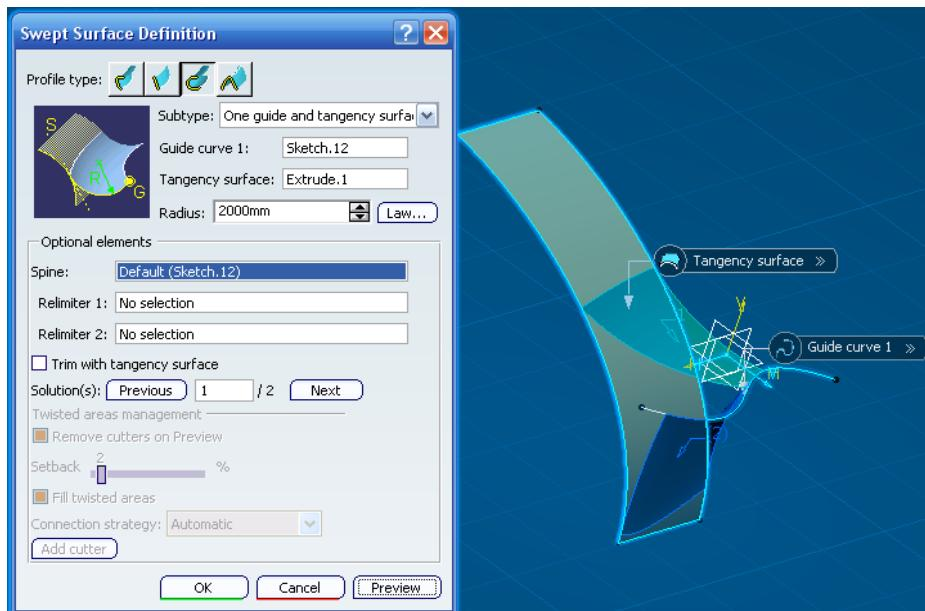

Ilustración 419: Definición y ejemplo de subtipo One guide and tangency surface.
6.- *One guide and tangency surface*: el barrido se crea a partir de una curva guía, una superficie de referencia a la que va a ser tangente y un radio. En la Ilustración 419 se muestra un ejemplo de este subtipo y su ventana de definición.